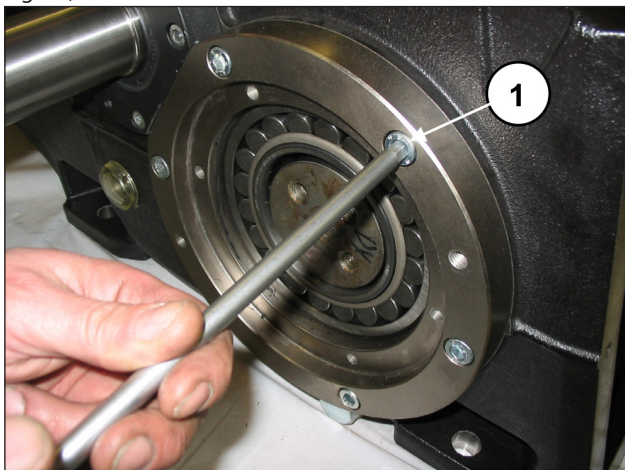

Fig. 22
Svitare le viti dei due coperchi portacuscinetto (pos. ①, Fig. 22).